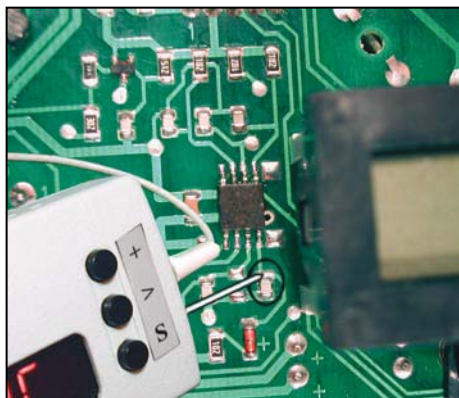

Рисунок 15. Сброс счётчика
- 8 Для обнуления пробега прижмите щуп программатора на 10-15 секунд к контактной площадке на электронной плате комбинации (рисунок 15). При этом увеличение километража на одометре комбинации должно прекратиться.